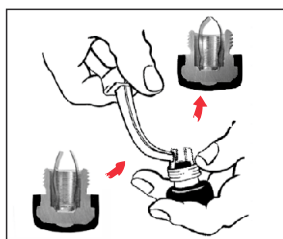

Fig 2
2. Pour augmenter la force du ressort, il faut que les extrémités des lamelles se rapprochent. Pour ce faire, et toujours à l'aide des pinces, plier les lamelles comme indiqué (fig 2) vers l'intérieur et de façon symétrique. Chaque lamelle doit toujours avoir la même inclinaison que l'autre. Essayer l'ouverture et la fermeture du BTD pour trouver le compromis adéquat.